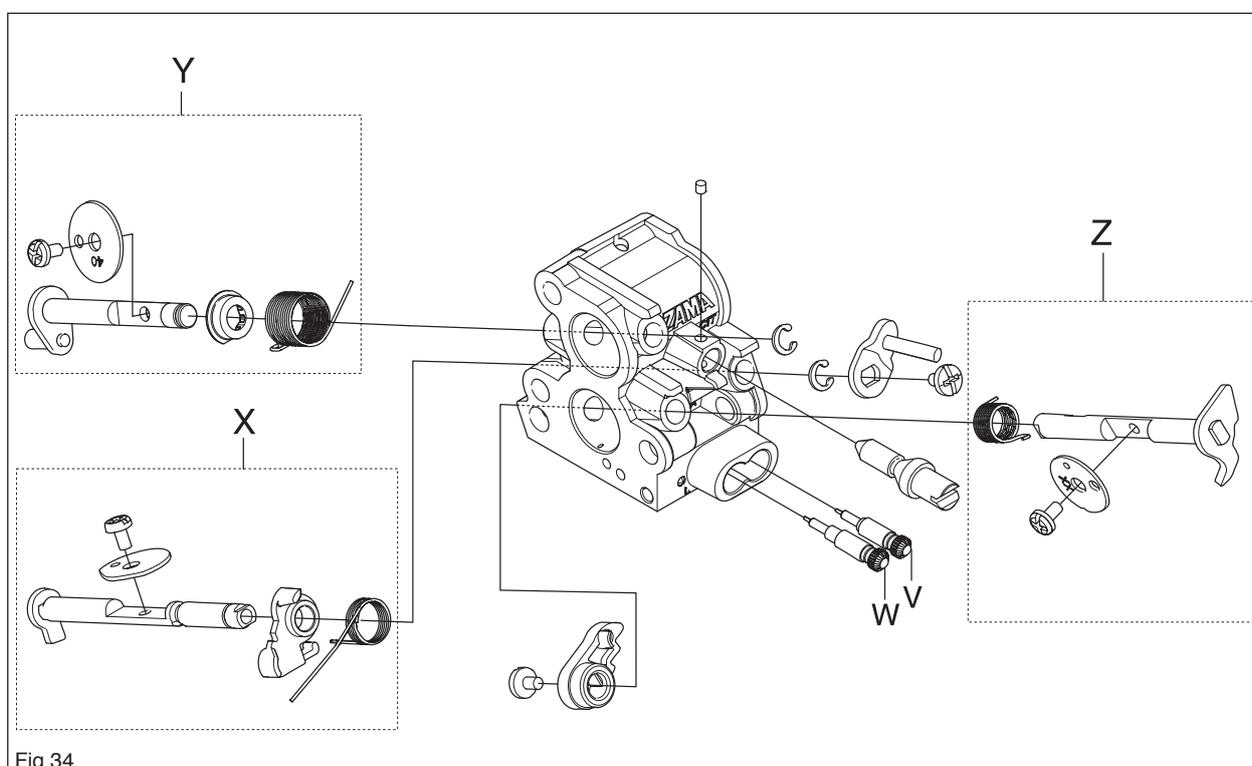

Fig 34
6. Démontez le capot de la pompe (G) au-dessus du capot de la chambre de mesure (R) et retirez délicatement la membrane de commande (H) avec le joint (J).
7. Desserrer la vis (K) et retirer l'aiguille d'injection (L) ainsi que le levier (M), l'arbre (N) et le ressort (P).
8. Desserrer la vis (Q) au-dessus de l'unité de pompe et retirer délicatement le joint (S) et la membrane (T).
9. Utiliser une aiguille ou tout autre objet similaire et tirer délicatement l'écran de carburant (U).
10. Desserrer les vis de jet du dessus (V) et du dessous (W) (voir figure 34).
11. Si nécessaire, démonter la soupape d'accélération (X), la soupape du starter (Z) et le volet d'air (Y) et retirer les arbres ainsi que les leviers et les ressorts (voir figure 34).
5. les pointes des vis de haut (V) et bas régime (W) ne doivent pas être endommagées (voir la figure 34).